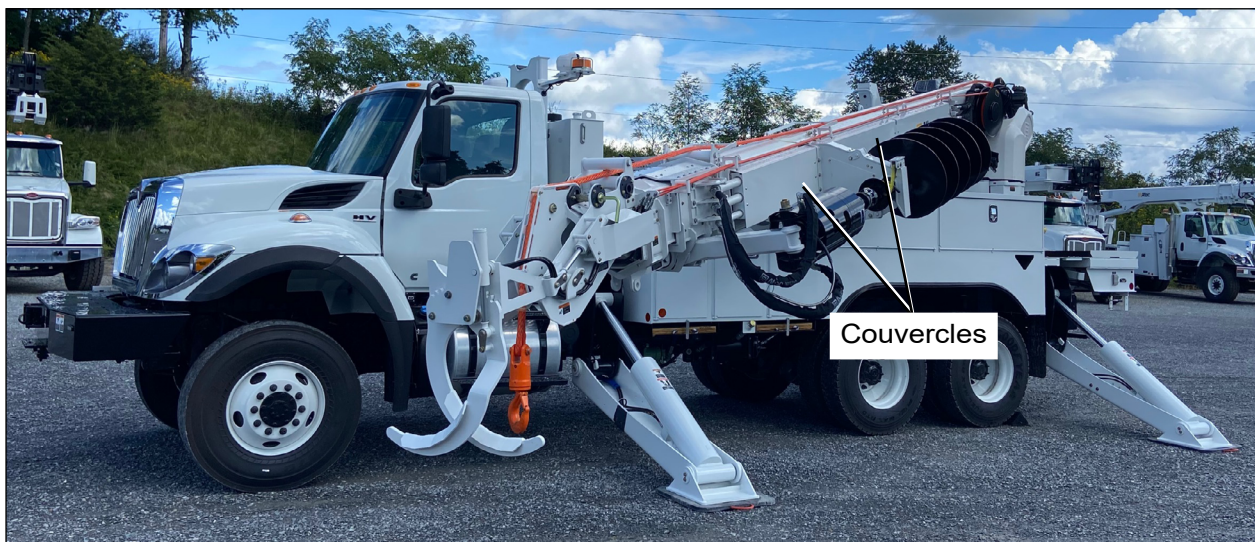

Figure 1 — Configuration de l'unité
3. Positionnez la flèche de sorte que la flèche inférieure soit accessible depuis une plate-forme de travail surélevée (reportez-vous à la Figure 1).
6. Retirez les couvercles (reportez-vous à la Figure 1) pour accéder aux joints soudés du support d'arrimage de tarière.